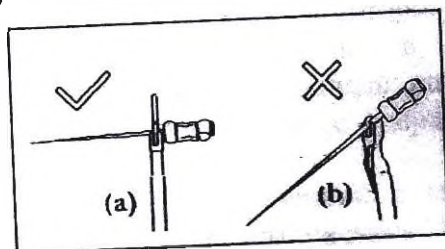

Рисунок 25
- 4.6.6 Когда эндо-файл приближается к вершине апикального отверстия, установите резиновый наконечник на эндо-файл до опорной точки (край разреза или край углубления), затем достаньте эндо-файл, измерьте длину между верхней частью эндо-файла и резиновой частью. Это расстояние – рабочая глубина зуба. Эндо-файл можно использовать с контрастным зондом вместо держателя файла для удобства измерения вершины апикальных отверстий задних зубов (см. Рисунок 25)